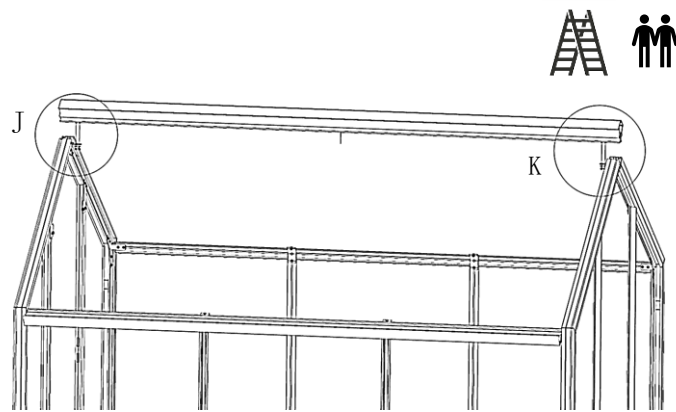

Abb. 63
- das Firstprofil wird jetzt auf die Ortgangprofile positioniert, dabei werden die Sechskantschrauben (Pos. SM2) oben in die Bohrungen der First-Giebelverbinder (Pos. Z17) gesteckt. (Abb. 63)